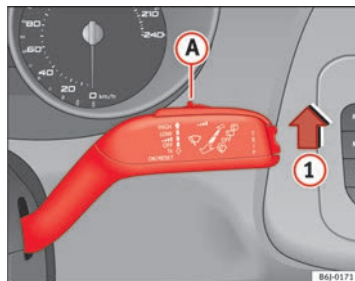

Fig. 65 Levier d'essuie-glace
- Placez le levier des essuie-glaces en position ① ⇒ fig. 65.